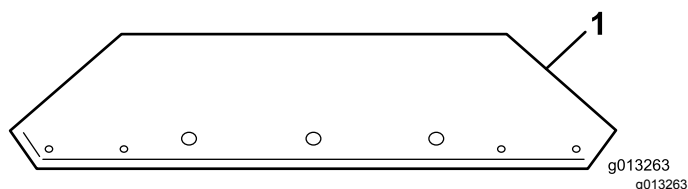
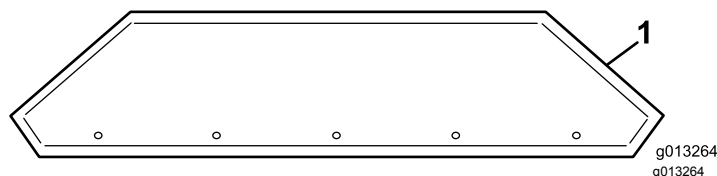

Рисунок 10
Рисунок 11
- Извлеките удлинители бункера из транспортировочного контейнера, определите передний и задний удлинитель (Рисунок 10 и Рисунок 11).